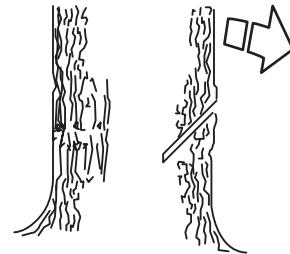

Рисунок 9 — Верхний пропил
- Чтобы сделать направляющую зарубку, необходимо вначале сделать верхний пропил. Пользуясь нижней кромкой шины направляющей (ведущей частью цепи пильной), сделайте пропил сверху вниз под углом примерно 45 градусов и под прямым углом (см. рис. 9) к выбранному направлению падения.